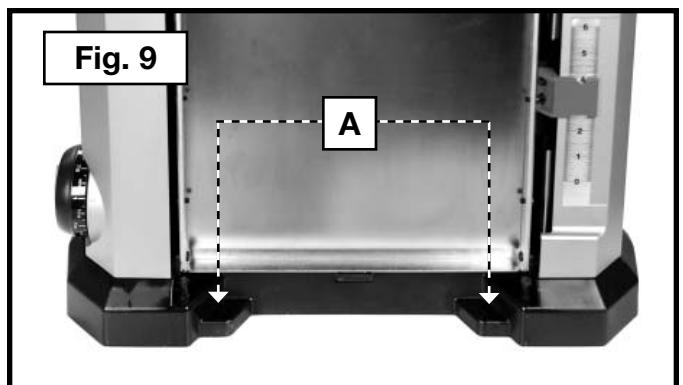

Fig. 9
ATENCIÓN: Antes de operar la cepilladora, asegúrela a una superficie de apoyo. Para esto, la cepilladora tiene cuatro orificios (dos de los cuales se muestran en (A), Fig. 9).
La máquina tiene cuatro orificios de sujeción, para montarla sobre una base o una superficie de trabajo. Estos orificios están ubicados bajo las mesas de entrada y salida, como se muestra en la Fig. 9.